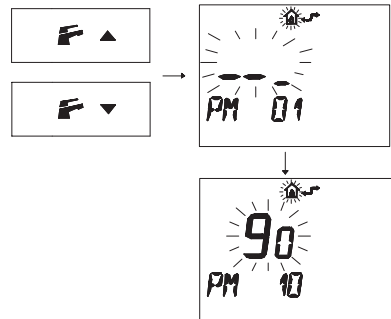

Figura 5.55
- Premere i pulsanti  $\text{F}$   $\blacktriangle$  o  $\text{F}$   $\blacktriangledown$  per visualizzare la programmazione "PM10" selezione della frequenza di accensione (Figura 5.55).
Nella Figura 5.55 si visualizza un SET programmato di 90 corrispondente ad un tempo di riaccensione di 3 minuti circa.